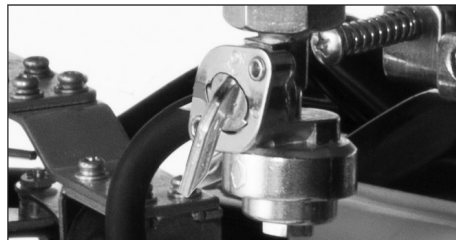

рис. 7
7. Переведите топливный кран в положение «Открыто» (рис. 7).